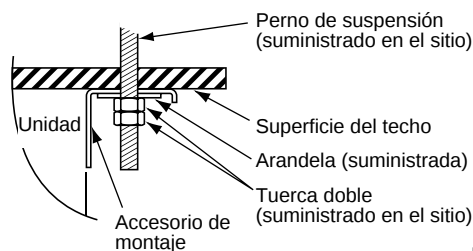
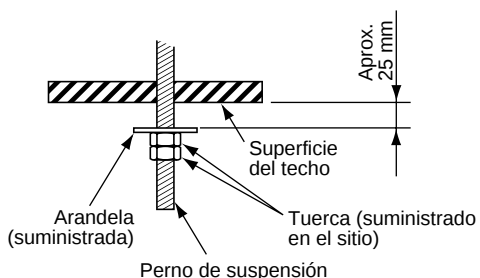

Fig. 3-43
Fig. 3-45
- (6) Realice los preparativos para suspender la unidad interior. El método de suspensión variará dependiendo de si hay un techo suspendido o no. (Figs. 3-43 y 3-44)
- (7) Suspenda la unidad interior de la forma siguiente:
- a) Monte 1 arandela y 2 tuercas hexagonales en cada perno de suspensión (Fig. 3-45).